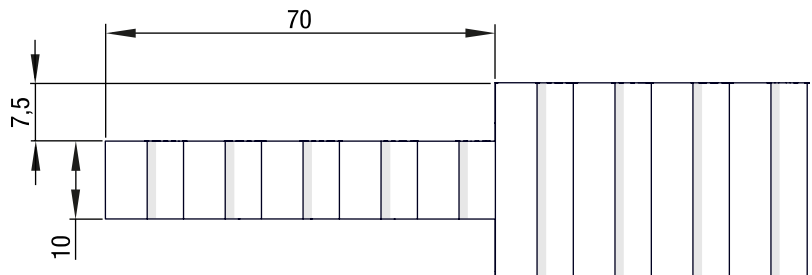
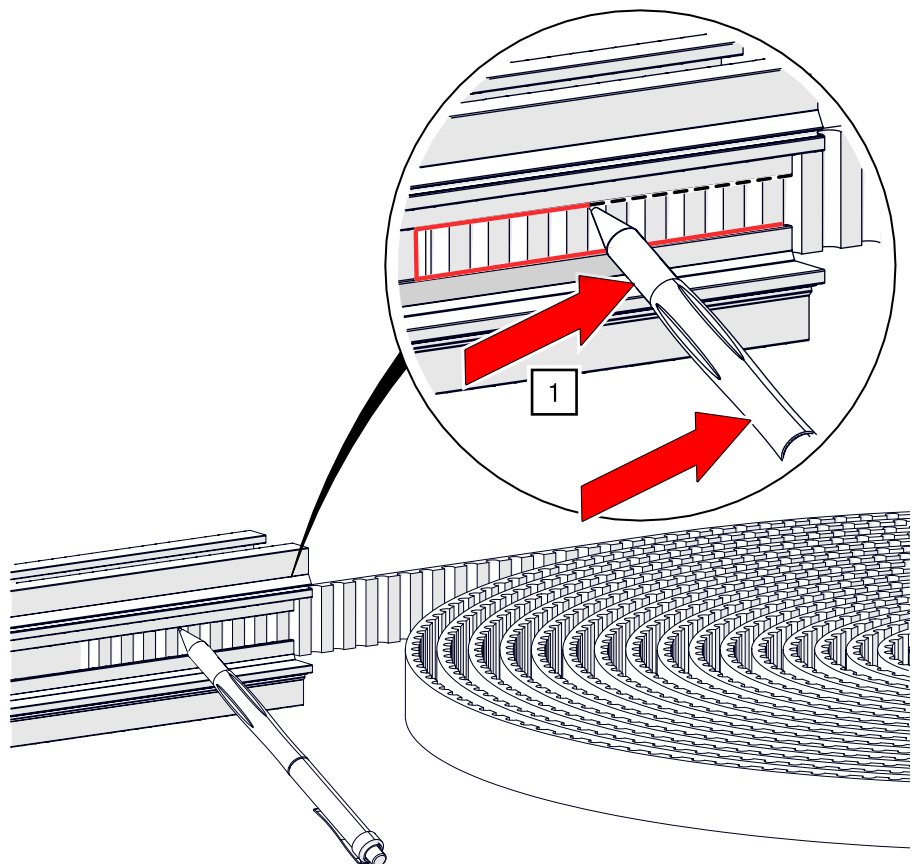

Abb. 74: Zahnriemen schneiden – Maßangaben
Abb. 75: Zahnriemen schneiden – Riemen markieren
1. Schieben Sie ein Ende des Zahnriemens ca. 70 mm in das Schienenprofil ein. Übertragen Sie die Kontur der freiliegenden Profilkanten mit einem geeigneten Stift auf den Zahnriemen (siehe Abb. 75). Alternativ kann das Riemenende gemäß der Maßskizze in Abb. 74 angezeichnet werden.